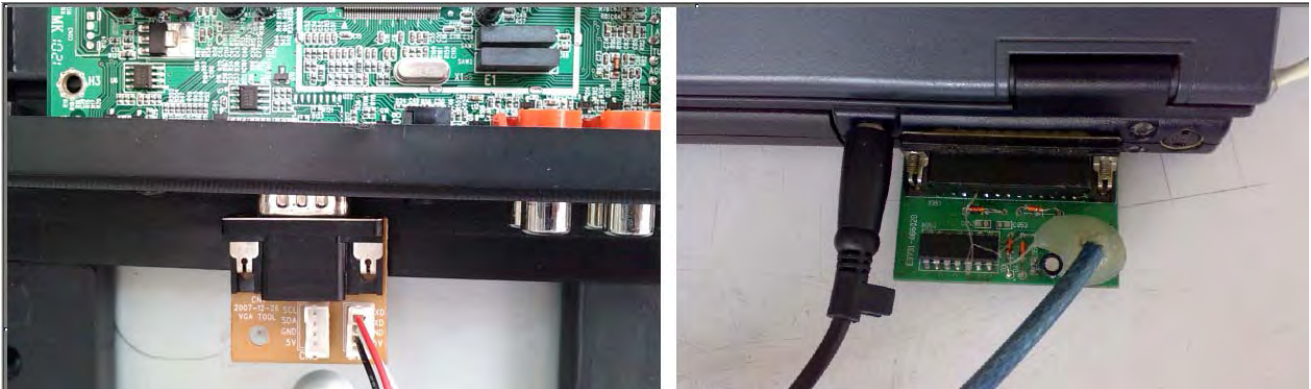

图2
2. 连接升级工具并口端到电脑主机并口端，连接升级VGA口到机芯板VGA插座，确认以上连接无误后打开液晶电视开关（如图2所示）。